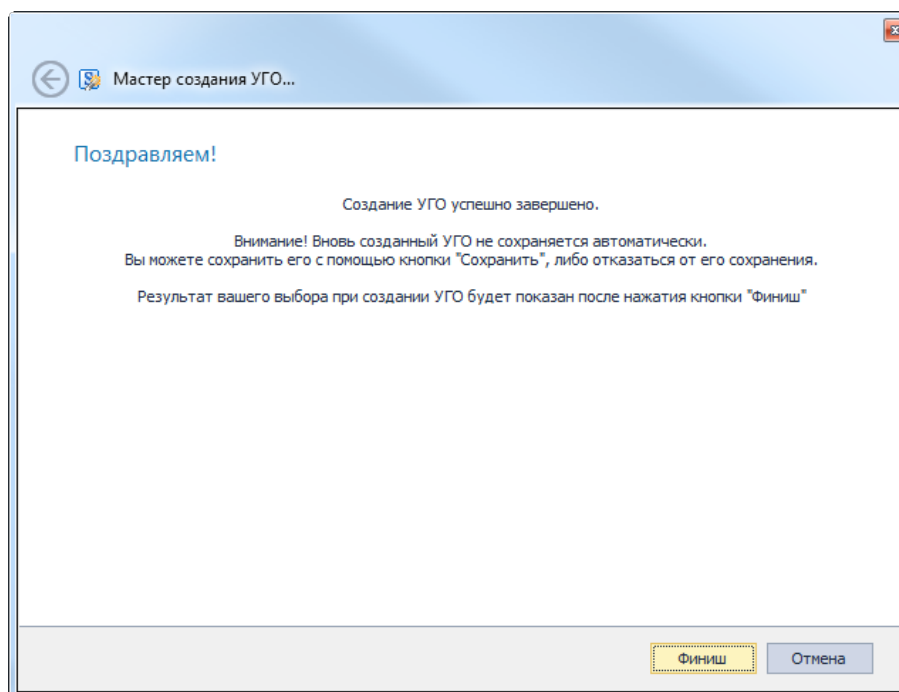

Рис. 235 Заключительное окно мастер создания УГО
5. Нажать кнопку «Финиш», чтобы завершить создание УГО, см. Рис. 235.